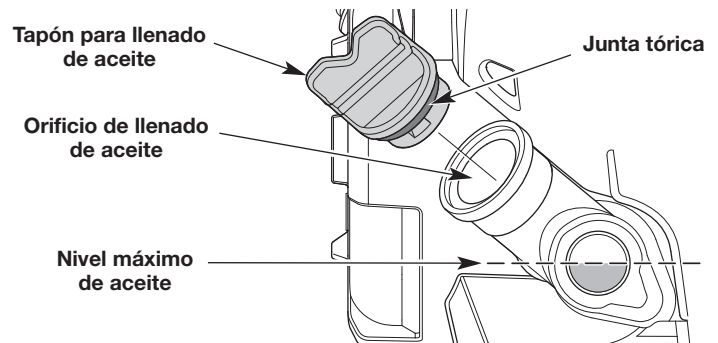

Fig. 21
3. Observe el interior del visor del nivel de aceite; use una linterna si es necesario. **El nivel de aceite debe llenar el visor hasta aproximadamente la mitad** (Fig. 21). Si el nivel de aceite es demasiado bajo, agregue aceite. Consulte *Procedimiento para agregar aceite*.
1. Limpie la zona que rodea el tapón de llenado de aceite (Fig. 21) a fin de evitar que ingresen residuos en el orificio de carga de aceite.
3. Agregue aceite al orificio de llenado de aceite hasta que el nivel de aceite llegue hasta aproximadamente la mitad del visor del nivel de aceite (Fig. 21).
NOTA: Compruebe que la junta tórica esté en su lugar en el tapón de llenado de aceite (Fig. 21).